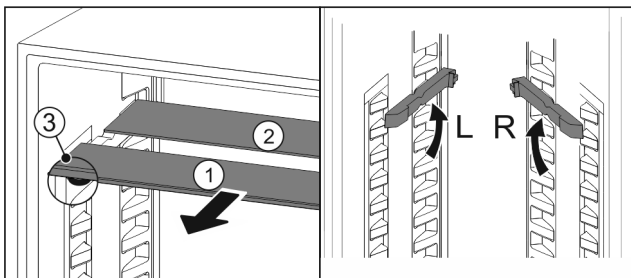

Fig. 81
- ▶ Glasplatten einzeln nach vorne herausziehen Fig. 81 (1).
- ▷ Glasplatte Fig. 81 (1) mit Zierleiste liegt vorne.
- ▷ Stopps Fig. 81 (3) zeigen nach unten.